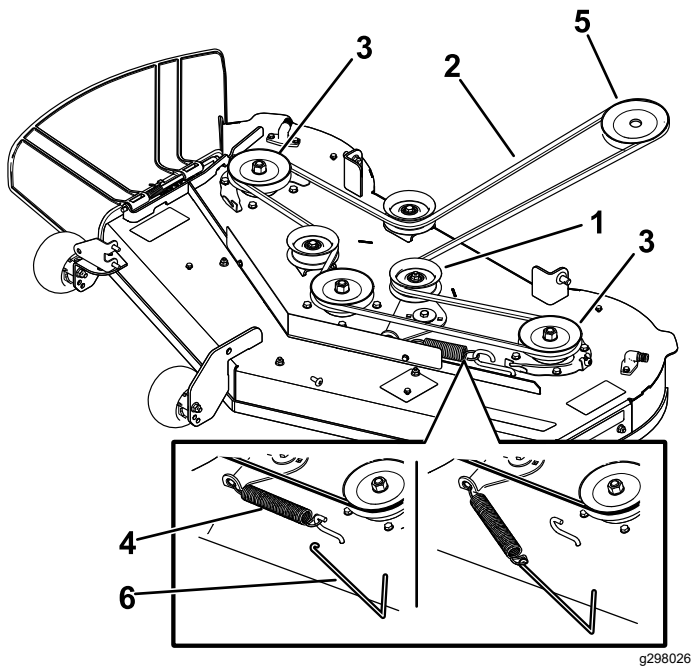

図 55
5. スプリング取り外し工具Toro P/N 92-5771を用いて、デッキのフックからアイドラスプリングを取り外してスプリングのテンションをなくし、プーリからベルトを取り外す 図 54または 図 55。
6. エンジンプリーとデッキプリーに新しいベルトを掛け回す 図 54または 図 55。
7. スプリング取り外し工具Toro P/N 92-5771を用いて、デッキのフックにアイドラスプリングを取り付けてスプリングにテンションを掛ける。これによりアイドラプリーとベルトが強く張る 図 55または 図 54。